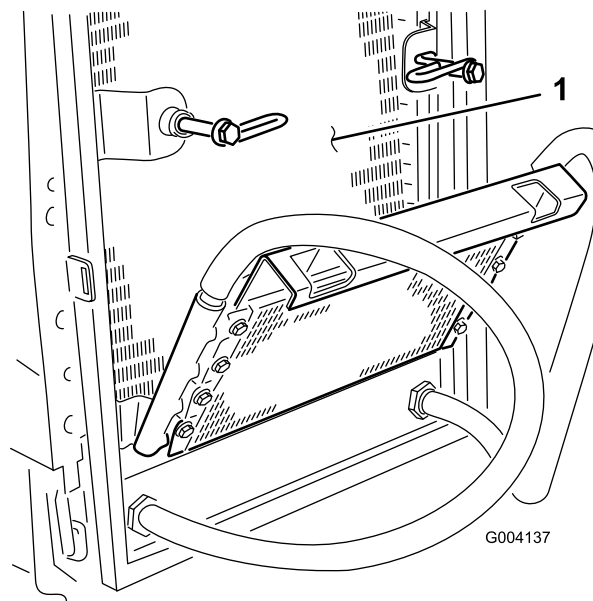

Figura 71
6. Limpie a fondo ambos lados del enfriador de aceite y del radiador (Figura 71) con aire comprimido.